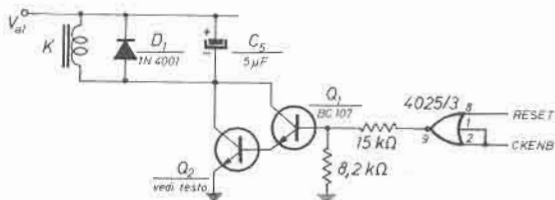

figura 1
a) Il nor 4025/2 (con riferimento allo schema di figura 1, pagina 2279 **cq** 12/78) commuta (come tutti i c-mos) quando la tensione input passa per  $V_{cc}/2$ ; inoltre il relay si diseccita intorno a  $V_{al}/3$ . Da ciò risulta che il tempo utile per la trasmissione del da-di-da è ridotto a una frazione minima della costante di tempo introdotta da  $C_x$ ; ovvero per un funzionamento corretto è necessario che  $C_x$  abbia, normalmente, una capacità abbastanza elevata ( $1.000 \div 5.000 \mu F$ ).
Come si può vedere dai diagrammi di temporizzazione di figura 5 (**cq** 12/78) i suddetti segnali sono entrambi a zero durante la trasmissione del da-di-da. In tal tempo l'uscita del nor 4025/3 va a « 1 » e tramite uno stadio Darlington può tenere eccitato il relay, come schematizzato in figura 1.
La modifica riassunta e schematizzata in figura 1 ha il vantaggio di eliminare il grosso elettrolitico  $C_x$  che presenta alto costo, eccessivo ingombro, tendenza all'invecchiamento.